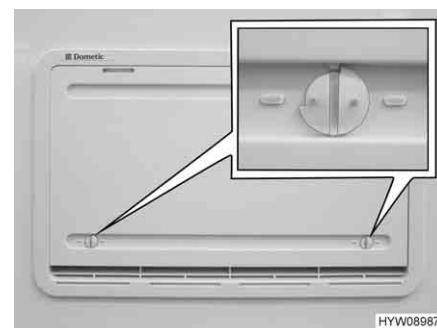

Fig. 177 Copertura invernale
Le coperture invernali (Fig. 177) proteggono il gruppo frigorifero dall'aria fredda. Posizionare le coperture invernali davanti a entrambe le griglie di aerazione quando la temperatura esterna scende al di sotto di +10 °C (sia per funzionamento elettrico che a gas).
- Aprire entrambi i blocchi (Fig. 177), la scanalatura risulterà orizzontale.
- Aprire entrambi i bloccaggi (Fig. 177), la scanalatura risulterà orizzontale.